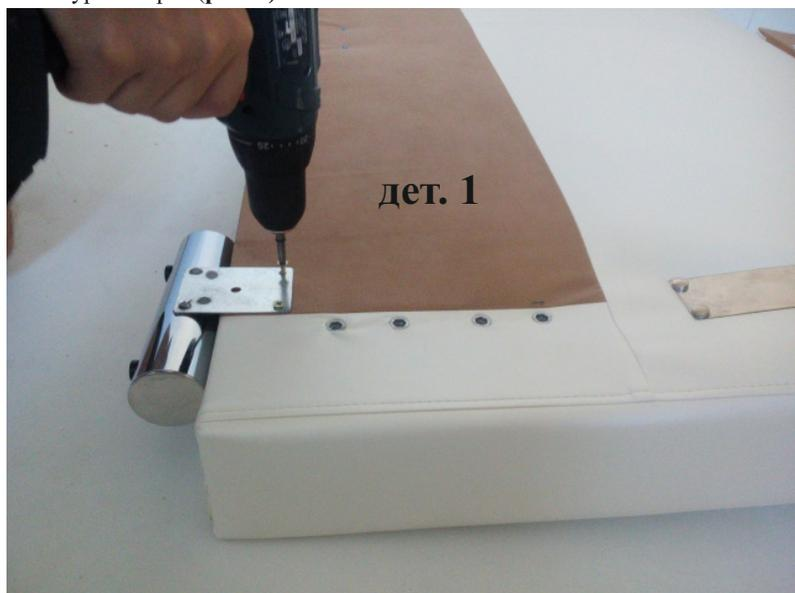

рис. 1
2. Присоедините опоры (Ф-3) к нижним торцам головной и ножной спинок кровати (дет. 1,3) с помощью саморезов (Ф-2) и отвертки или шуруповерта (рис. 1).